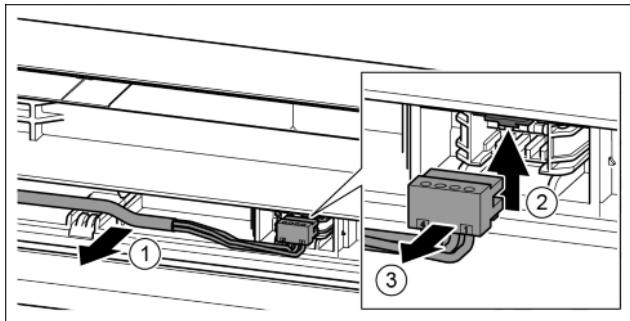

Fig. 20
- Осторожно высвободить серый кабель из направляющей в двери. *Fig. 20 (1)*
- Отжать соединительную накладку вверх. *Fig. 20 (2)*
- Осторожно извлечь штекер. *Fig. 20 (3)*